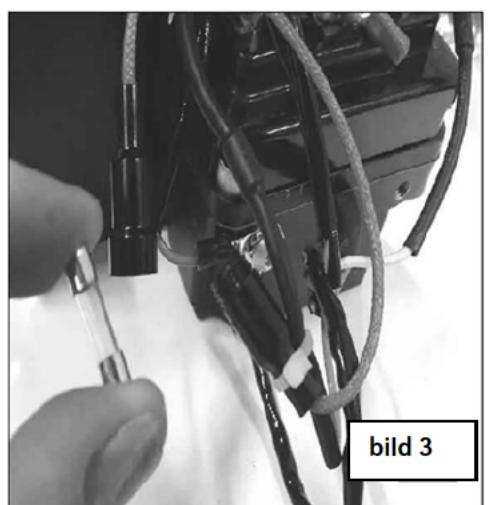

bild 3
2. Skruva loss säkringshållarens halvor (bild 3).